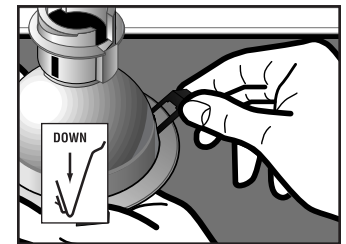

Figura 3
1. Instale tres grapas de resorte en cada guarnición tal y como se muestra y oprima fuerte (vea figura 3).